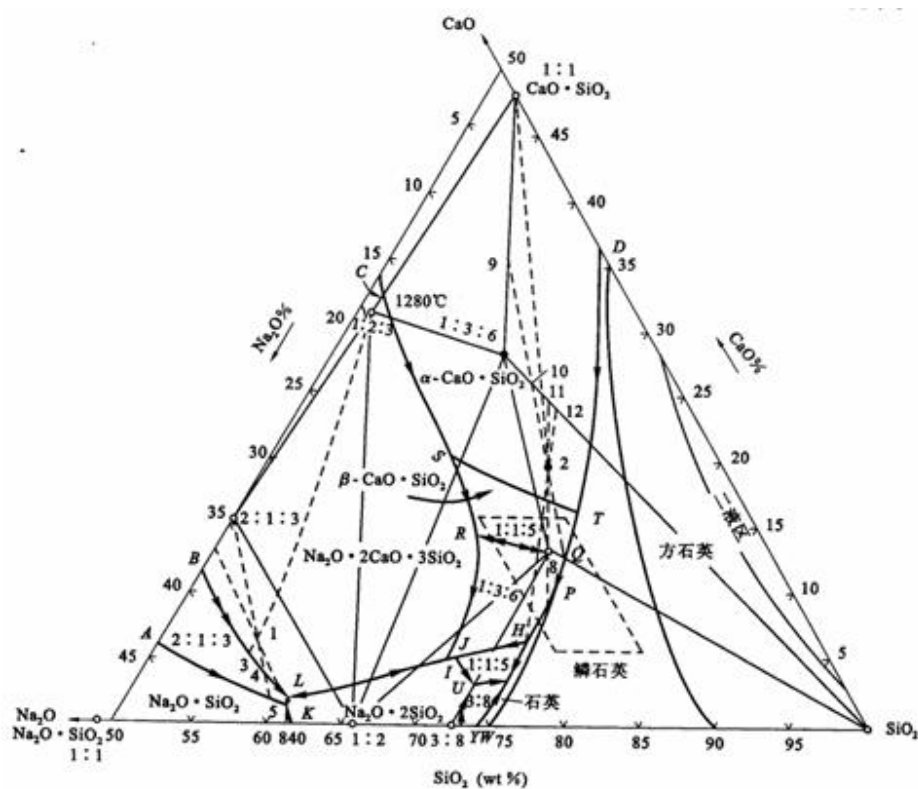

图6-28  $\text{Na}_2\text{O}-\text{CaO}-\text{SiO}_2$  系统相图
6-44 根据  $Na_2O - CaO - SiO_2$  系统相图 (图6-28) 回解：(1) 组成为 13%  $Na_2O$ ，13%  $CaO$ ，74%  $SiO_2$  玻璃配合料将于什么温度熔化？在什么温度完全熔融？(2) 上面组成的玻璃，当加热到 1050℃、1000℃、900℃、800℃ 时，可能会析出什么晶体？(3)  $NC_3S_6$  晶体加热时是否会不一致熔化？分解出什么晶体，熔化温度如何？